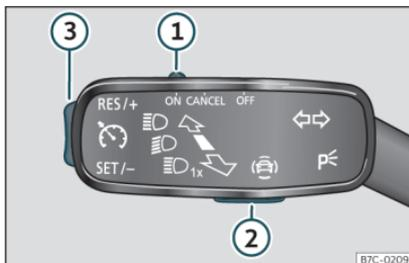

Fig. 157 Sulla leva degli indicatori di direzione: tasti per l'uso del regolatore di velocità.
Per cambiare sistemi di assistenza alla guida, premere il  >>> **fig. 157** , quindi selezionare con la rotella destra del volante multifunzione dal menu del quadro strumenti e premere la rotella per confermare la selezione.
- Spostare la manopola >>> fig. 157 ① in posizione **ON** e premere il tasto ②.
- Mentre il veicolo è in movimento, premere il tasto >>> fig. 157 ③ nella parte **SET/-**.
Si può regolare la velocità con il tasto >>> fig. 157 ③:
- Spostare il comando >>> fig. 157 ① in posizione **OFF**.
Se si desidera disattivare temporaneamente il limitatore di velocità, ad esempio, per andare avanti, spostare il comando >>> fig. 157 ① in posizione **CANCEL** o premere il tasto ②.
Dopo il sorpasso, il limitatore di velocità può essere attivato alla velocità precedentemente impostata premendo il tasto >>> fig. 157 ③ nella zona **RES/+**.